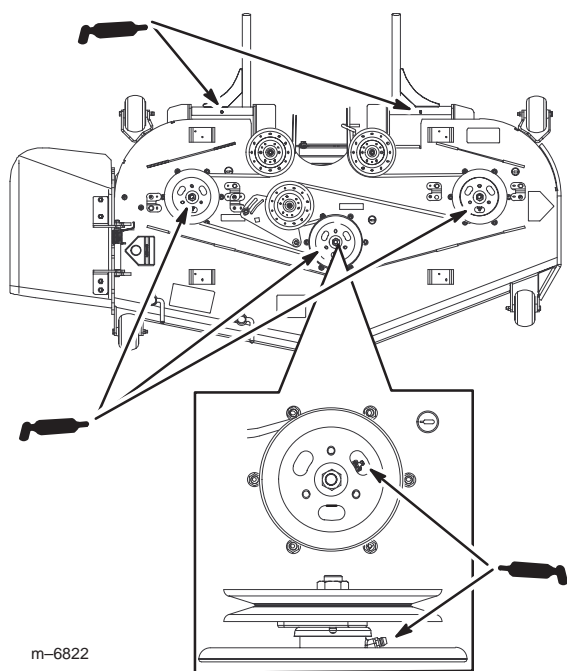

Figure 49
4. Lubrifiez les roulements des trois axes sous les poulies jusqu'à ce que la graisse sorte par les joints inférieurs (Fig. 49).
5. Lubrifiez les graisseurs des bras de poussée (Fig. 49).